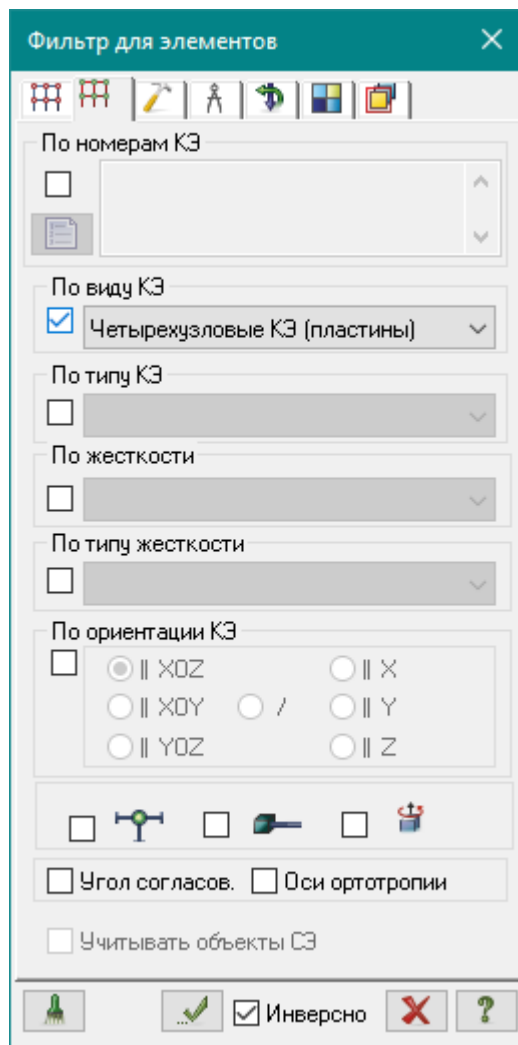

Рис.18.18. Диалоговое окно **Фильтр для элементов**
- Для удобства выделения нужных элементов схемы, щелчком по кнопке  – **ПолиФильтр** на панели инструментов **Панель выбора**, вызовите диалоговое окно **ПолиФильтр** (рис.18.18).
- Щелчком по кнопке  – **ПолиФильтр** на панели инструментов **Панель выбора**, вызовите диалоговое окно **ПолиФильтр** (рис. 18.18).